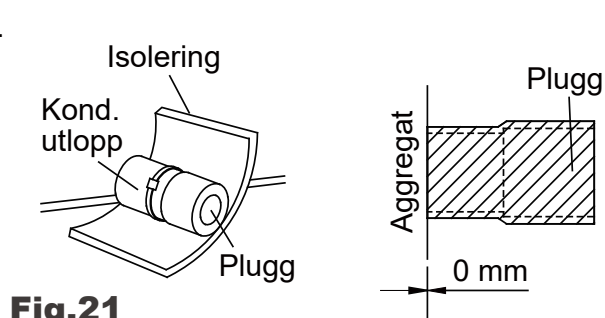

Fig.21
10. Kondensutgången som inte används måste också isoleras noga (Fig. 21).